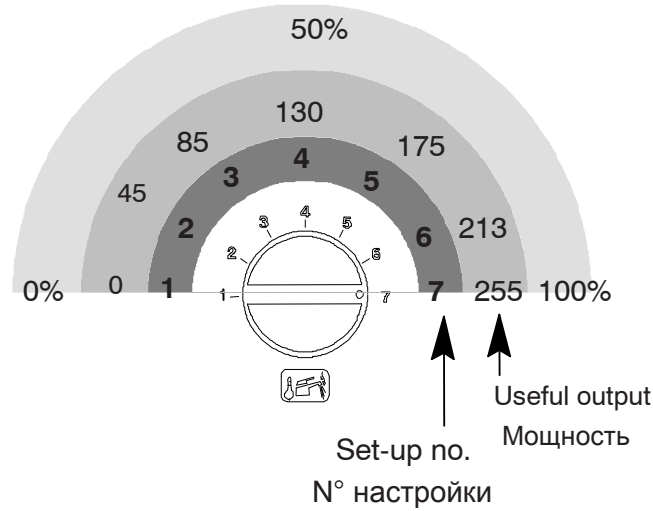
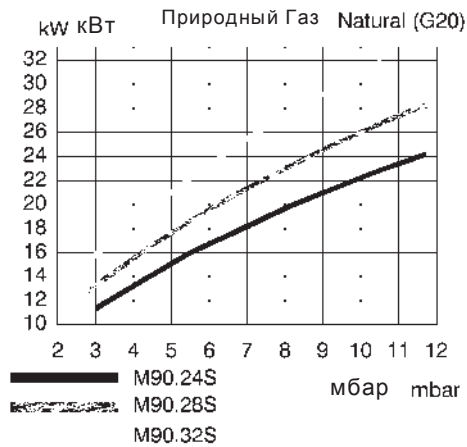
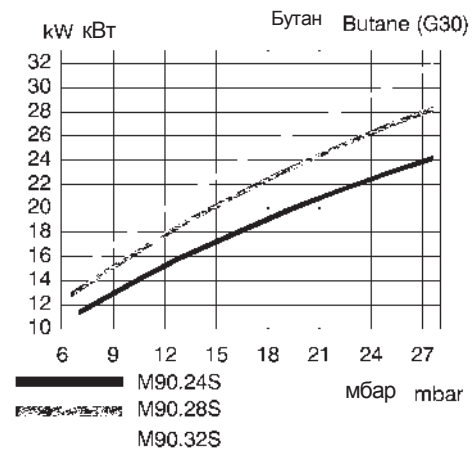
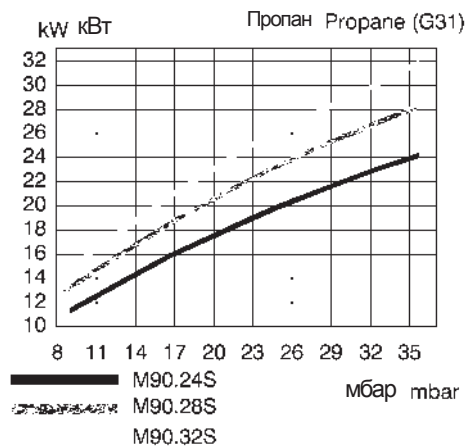

Fig. 6.11
Fig. 6-12
Fig. 6-13
Fig. 6-14
26 To change the set parameters, turn the sanitary temperature adjustment knob to the required position (ex.: in Fig. 6.11 the knob is set to position 7, see also the tables on the boiler handbook, chapter *Gas adjustment check and* Fig. 6-12, Fig. 6-13, Fig. 6-14); blockage signal LEDs will flash quickly
26 Для изменения настройки, повернуть рукоятку регулирования температуры ГВС в правильное положение (*пример: на Fig. 6.11 рукоятка установлена на седьмую позицию, смотреть также таблицы в руководстве бойлера Глава Проверка настройки газа* **Errore. L'origine riferimento non è stata trovata.,Errore. L'origine riferimento non è stata trovata.**), при этом быстро мигает сигнальная лампа блокирования.
- 1 Remove the plugs indicated in Fig. 6-11.
- 1 Снимите заглушки, показанные на рис. 6.11